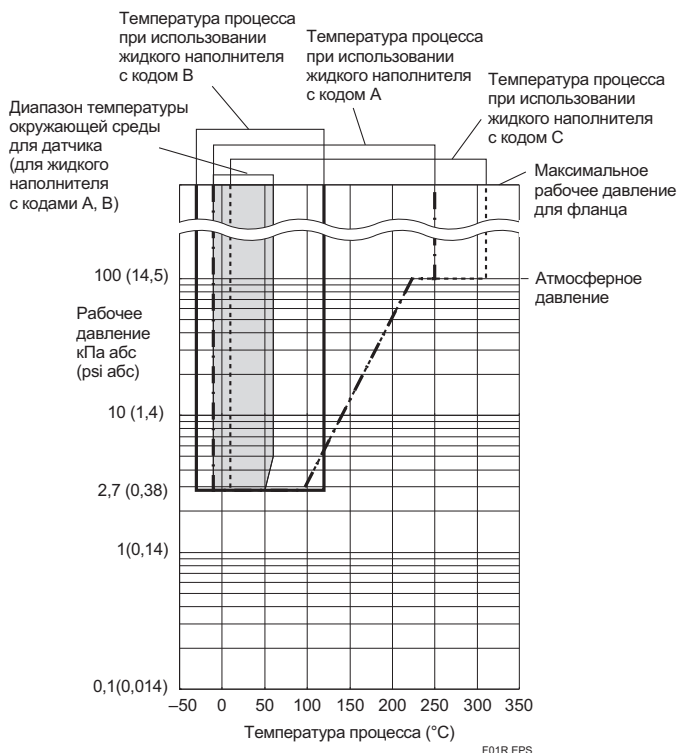

Рис. 1-1. Рабочее давление и температура процесса (Жидкий наполнитель: силиконовое масло для общего и высокотемпературного применения)
Для атмосферного давления или ниже см. Рис. 1-1 и Рис.1-2.
*1: См. рис. 1-1 и 1-2 «Рабочее давление и рабочая температура».